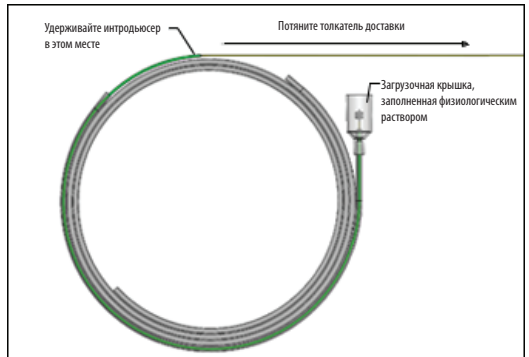

Рисунок 5. Потяните толкатель доставки в проксимальном направлении, чтобы оттянуть имплантат
16. Одной рукой зафиксируйте зеленый интродьюсер, возьмите толкатель доставки и аккуратно потяните в проксимальном направлении, чтобы начать вытягивать имплантат, см. рисунок 5.